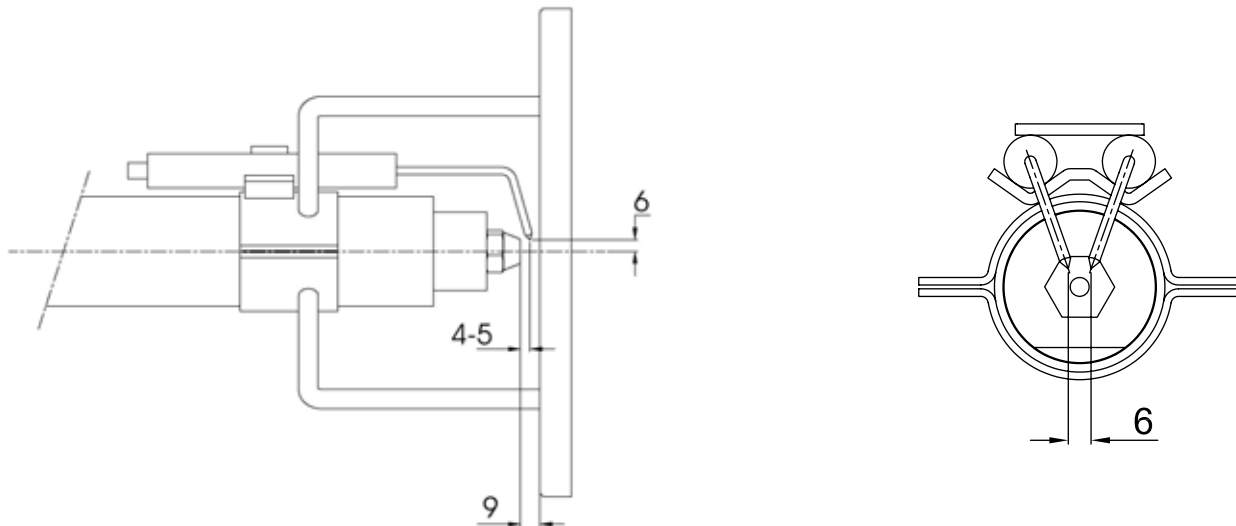

Рис. 25
В целях обеспечения хорошего процесса горения, необходимо, чтобы были выдержаны размеры, указанные в Рис. 25. Перед тем, как вновь устанавливать головку сгорания на место, необходимо убедиться в том, что стопорный винт группы электродов хорошо затянут.
- 5) вынуть электрод и заменить его, выдерживая размеры, указанные на Рис. 25.